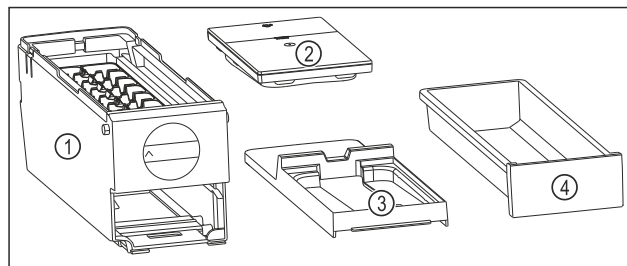

Fig. 146 Części dla EasyTwist-Ice
- EasyTwist-Ice jest rozłożony na cztery części. (patrz Fig. 146)
- Należy demontować EasyTwist-Ice wyłącznie na przedstawione części. (patrz Fig. 146)
- Czyścić korpus EasyTwist-Ice Fig. 146 (1) w całości.